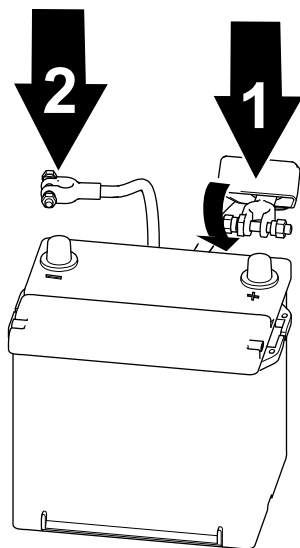

図 59
1. プラス+ケーブルをバッテリーに接続し、クランプナットで接続する 図 59。
2. マイナス-ケーブルをバッテリーに接続し、クランプナットで接続する 図 59。